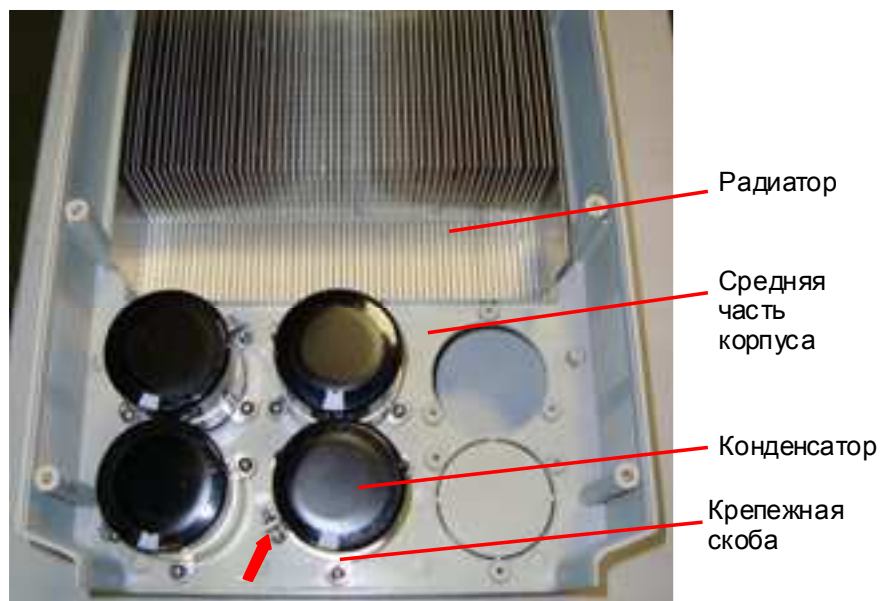

Рис. 6.22
6.15.1. Ослабить винт крепления конденсатора (рис. 6.22, красная стрелка), расположенный на крепежной скобе и вынуть конденсатор.